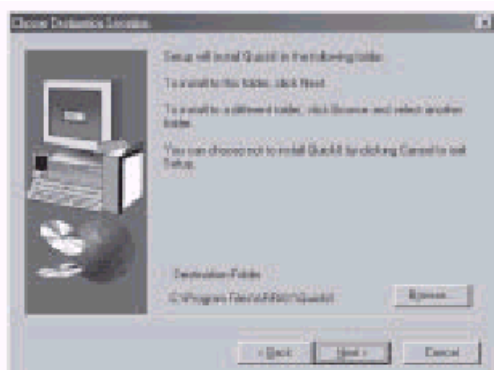

Fig 2.4 Ventana de Selección de Trayecto de Instalación
3. Ingrese al cuadro de diálogo de selección de trayecto de instalación mostrado en la Fig. 2.4. Si hace click en